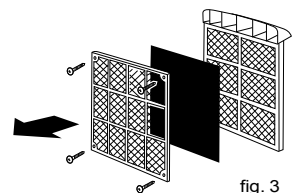

fig. 3
- Dra ut filterhållaren, ta bort filtret med aktivt kol . (fig. 1 och fig. 3)